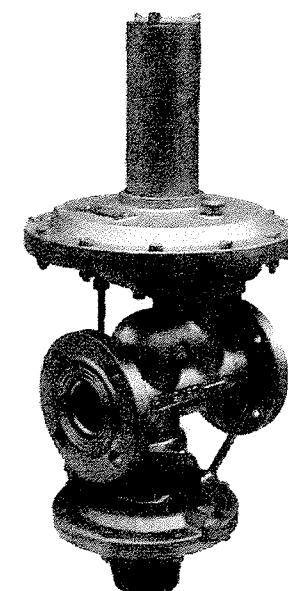
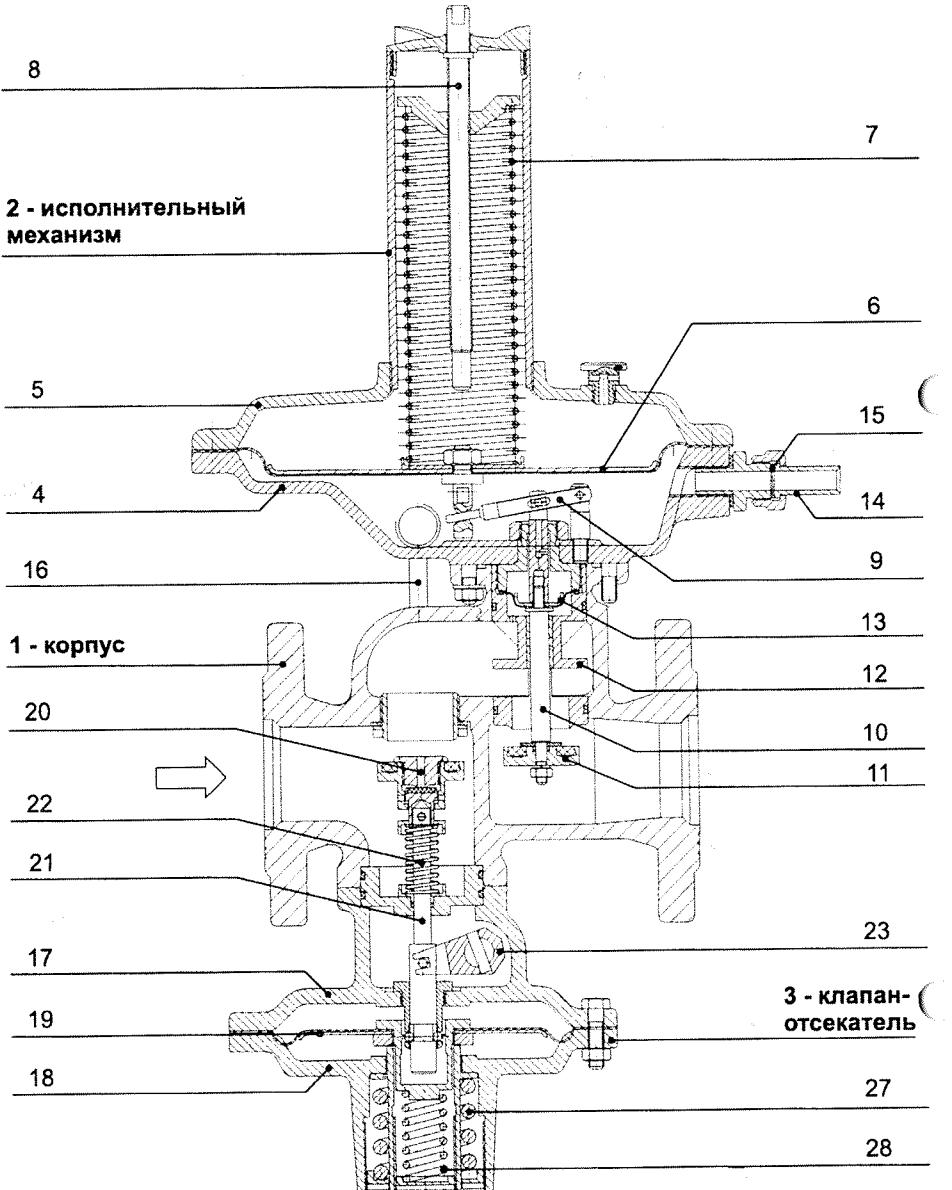
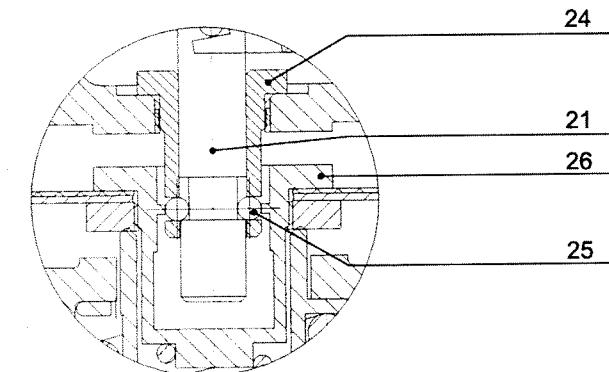

Рисунок 1
Рисунок 3
Рисунок 4
Исполнительный механизм 2 включает в себя мембранный камеру, состоящую из головки 4 (рис. 3) и крышки 5, между которыми крепится подвижная система 6 мембранных типа. На тарелку подвижной системы опирается пружина 7, являющаяся задатчиком значений выходного давления. Усилие пружины изменяется путем вращения регулировочного винта 8. Под мембраной смонтирован рычаг 9, передающий возвратно-поступательное движение штоку 10, на котором неподвижно закреплен рабочий клапан 11. Шток перемещается в обойме 12, нижняя часть которой выполнена в виде рабочего седла. Внутри обоймы смонтированы направляющие втулки и разгрузочная мембрана 13. Исполнительный механизм шпильками соединяется с корпусом 1 регулятора. Импульсный трубопровод приваривается к ниппелю 14, под накидной гайкой которого установлен эластичный дроссель 15, служащий для предотвращения возникновения вибрации. По импульсной трубке 16 контролируемое давление транспортируется в мембранный камеру клапана-отсекателя.
24 с шариками 25 (рис. 4), установленный в головке клапана-отсекателя. В центральной части подвижной системы смонтирована каретка 26. Элементами, задающими значения давлений срабатывания клапана-отсекателя, являются пружины 27, 28 (рис. 3). Усилие пружин
Взвод клапана-отсекателя осуществляется поворотом рукоятки (рис.1), на одной оси с которой крепится вилка (рис. 3). Шток с клапаном перемещаются вниз, открывая затвор. При заданном выходном давлении мембрана клапана-отсекателя занимает нейтральное положение.
Для настройки клапана-отсекателя вращением регулировочных гаек добиться максимального сжатия большой настроечной пружины 27 (рис. 3), затем максимально освободить малую пружину 28.
- 8.2.3. Снять с корпуса регулятора блоки исполнительного механизма и клапана-отсекателя, предварительно демонтировав трубку 16 (рис. 3);
- перед сборкой уплотнительные кольца, шарики 25 (рис. 4), посадочные отверстия под шарики сепаратора 24 и внутреннюю поверхность бурта каретки 26 смазать консистентной смазкой ВНИИП220 ТУ38.101475-74;